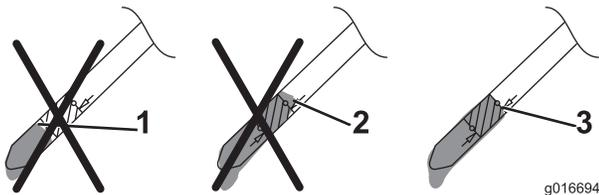

Figura 13
5. Observe en la varilla el nivel de aceite (Figura 13).
- Si el nivel de aceite es demasiado bajo, vierta **lentamente** una pequeña cantidad de aceite en el tubo de llenado, espere 3 minutos, y repita los pasos 3 a 5 hasta que el nivel de aceite llegue al nivel correcto, según se muestra en Figura 13.